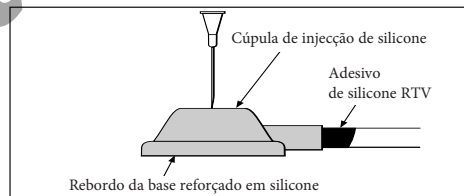

FIGURA 3
- a) Insira uma nova agulha, estéril, de calibre 21 (ou inferior) no local de injecção. Idealmente, a agulha deve entrar perpendicularmente ao topo do local de injecção, conforme apresentado na Figura 3.